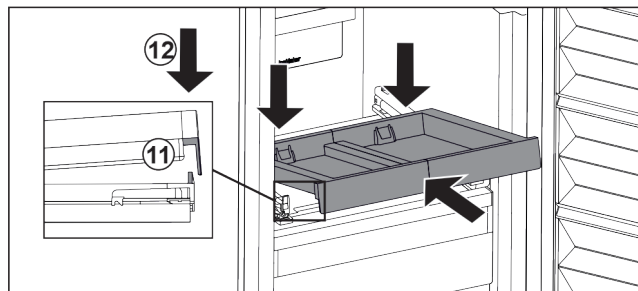

Fig. 36
- ▶ 倾斜推入。确保两侧的挡块位于卡舌后面。 Fig. 36 (11)
- ▶ 放下拉出式搁板前部。 Fig. 36 (12)